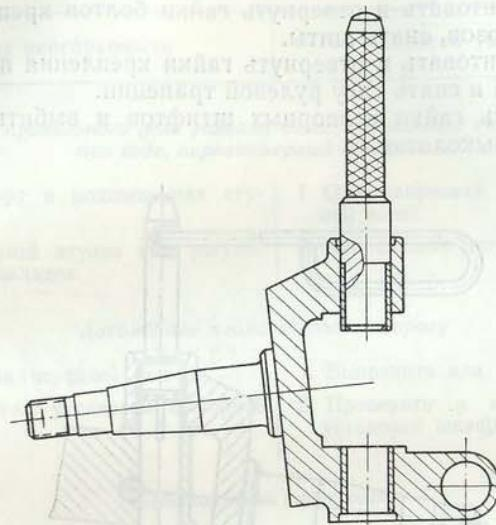
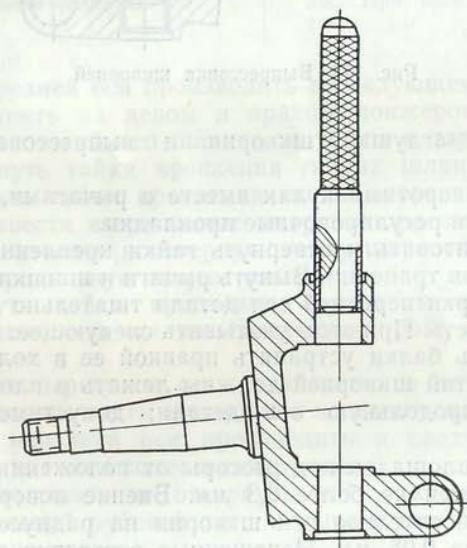

Рис. 174. Выпрессовка втулок
Рис. 175. Запрессовка втулок
2. Выпрессовку (рис. 174) и запрессовку (рис. 175) втулок шкворней производить специальной оправкой. При запрессовке